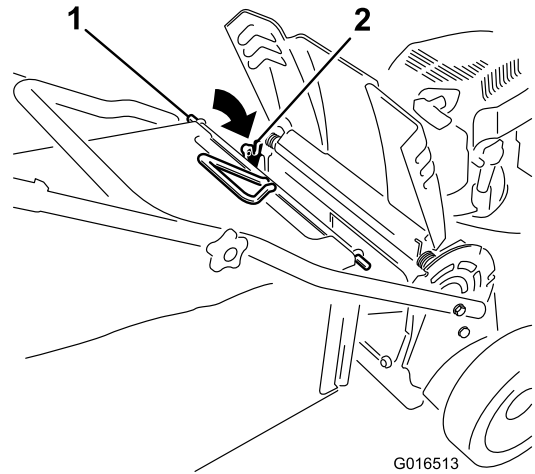

Figuur 26
1. Zet de achterklep omhoog en houd hem in deze stand (Figuur 26).
2. Verwijder de afsluiter van het achteruitwerpkanaal door de vergrendeling met uw duim naar beneden te drukken en de afsluiter uit de machine te trekken (Figuur 26).